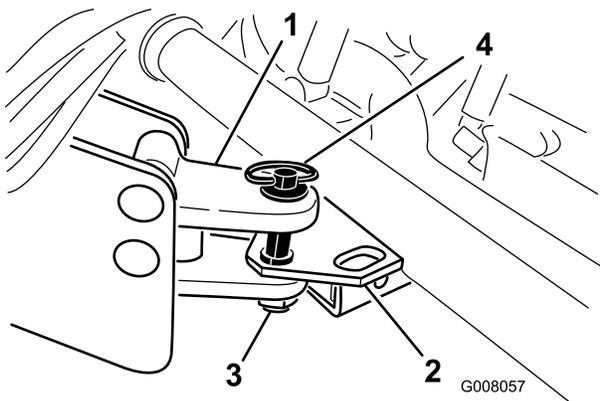

Рисунок 18
- Отрегулируйте сцепное устройство обработчика проколов на уровень сцепного устройства буксирной машины (Рисунок 18). Когда рама обработчика проколов опирается на задний валик, она должна быть параллельна грунту.
- Соедините сцепные устройства обработчика проколов и транспортного средства с помощью пальца сцепного устройства и шплинта (Рисунок 18).